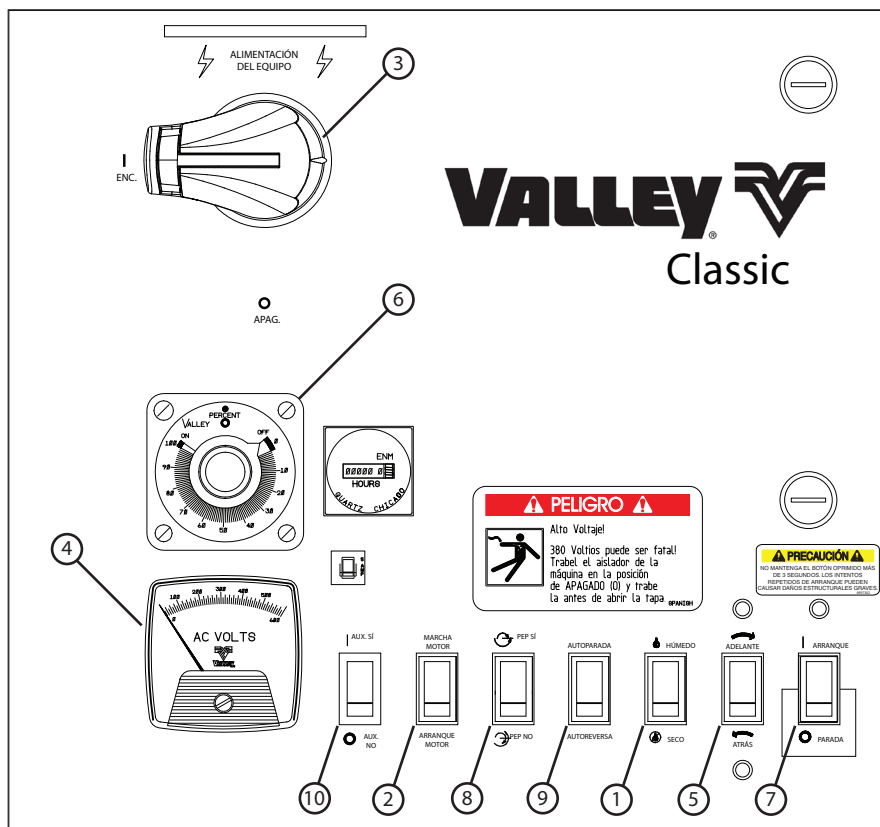

Figura 26-1 1. Interruptor de con agua / sin agua
2. Coloque el interruptor CON AGUA/SIN AGUA en la posición SIN AGUA para derivar el interruptor de presión baja. Vea la Figura 26-1.
3. Si se utiliza un circuito de parada del motor opcional, coloque el interruptor MARCHA/ARRANQUE del motor en la posición ARRANQUE. Vea la Figura 26-1.
5. Coloque el interruptor principal del panel de control en la posición ENCENDIDO. Vea la Figura 26-1.
Si la alimentación la suministra un generador impulsado por motor, ajuste el régimen del generador hasta que el voltímetro indique 460 – 505 voltios. Consulte la tabla de voltajes en la página 23. NO EXCEDA DE 505 VOLTIOS. Vea la Figura 26-1.
6. Coloque el interruptor ADELANTE/ATRÁS en la posición ADELANTE o ATRÁS. Vea la Figura 26-1.
7. Fije el temporizador de velocidad al valor deseado. Vea la Figura 26-1.
8. Mantenga pulsado el interruptor ARRANQUE/PARADA en la posición ARRANQUE por 3 segundos, y luego suéltelo. El equipo deberá arrancar. Vea la Figura 26-1.
9. Coloque el interruptor MARCHA/ARRANQUE del motor en la posición MARCHA. Vea la Figura 26-1.
10. Si el equipo está provisto del mecanismo de parada en posición opcional, coloque el interruptor PEP SÍ/NO en la posición deseada. Vea la Figura 26-1.
11. Si el equipo tiene las funciones de autoreversa/autoparada, coloque el interruptor AUTOREVERSA/AUTOPARADA en la posición deseada. Vea la Figura 26-1.
12. Si el equipo utiliza el interruptor de equipos auxiliares para controlar una operación o dispositivo, coloque este interruptor en la posición deseada. Vea la Figura 26-1.